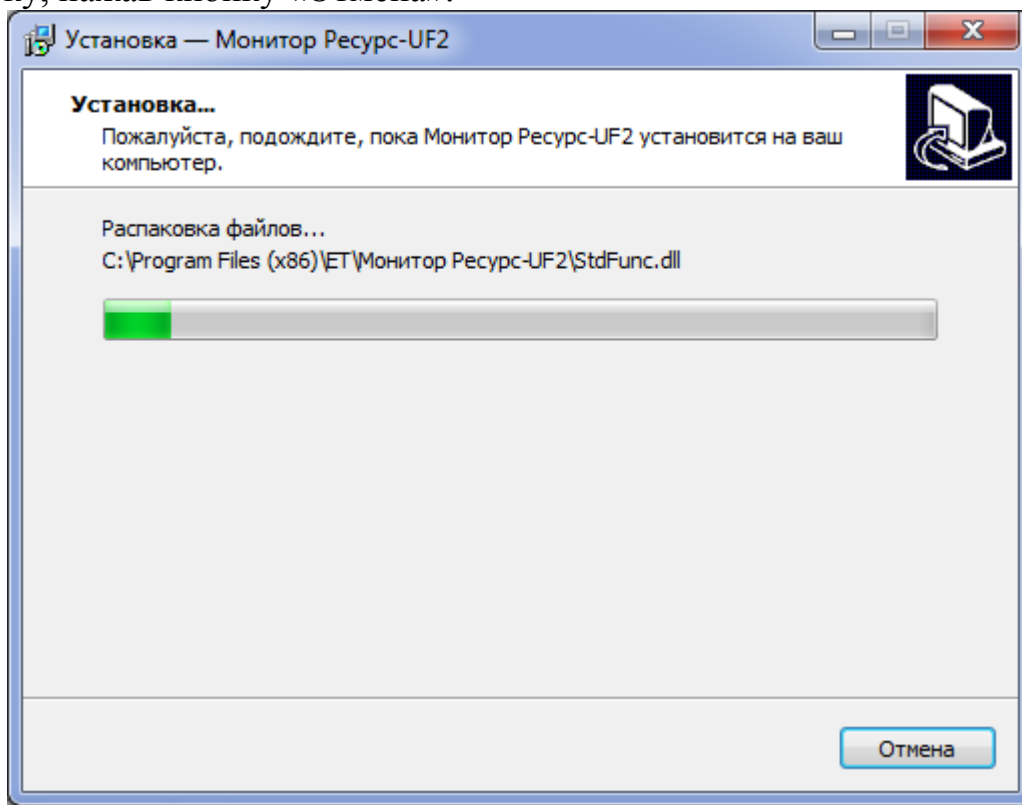

Рисунок 2.5 Диалог «Установка»
2.2.5 Окно «Установка» сообщает о ходе выполнения операции копирования файлов (рисунок 2.5). Пользователь имеет возможность прервать установку, нажав кнопку «Отмена».